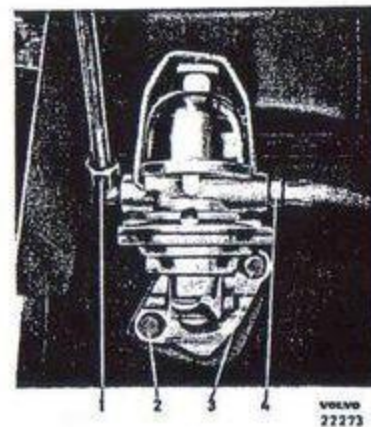

Bild 11. Bränslepump.
Bilen är försedd med reservtank, som inkopplas med en spak placerad till höger om kardanaxeln vid främre passagerarplatsens vänstra sida. Bränslepumpen (bild 11) är av membran typ och försedd med filter och handpumparm.
1. Lossa bränsleledningen 4 resp. 1 bild 11 mellan pump och förfilter samt mellan pump och förgasare.
2. Lossa fästskruvarna 2 resp. 3 bild 11 och dra ut pumpen.